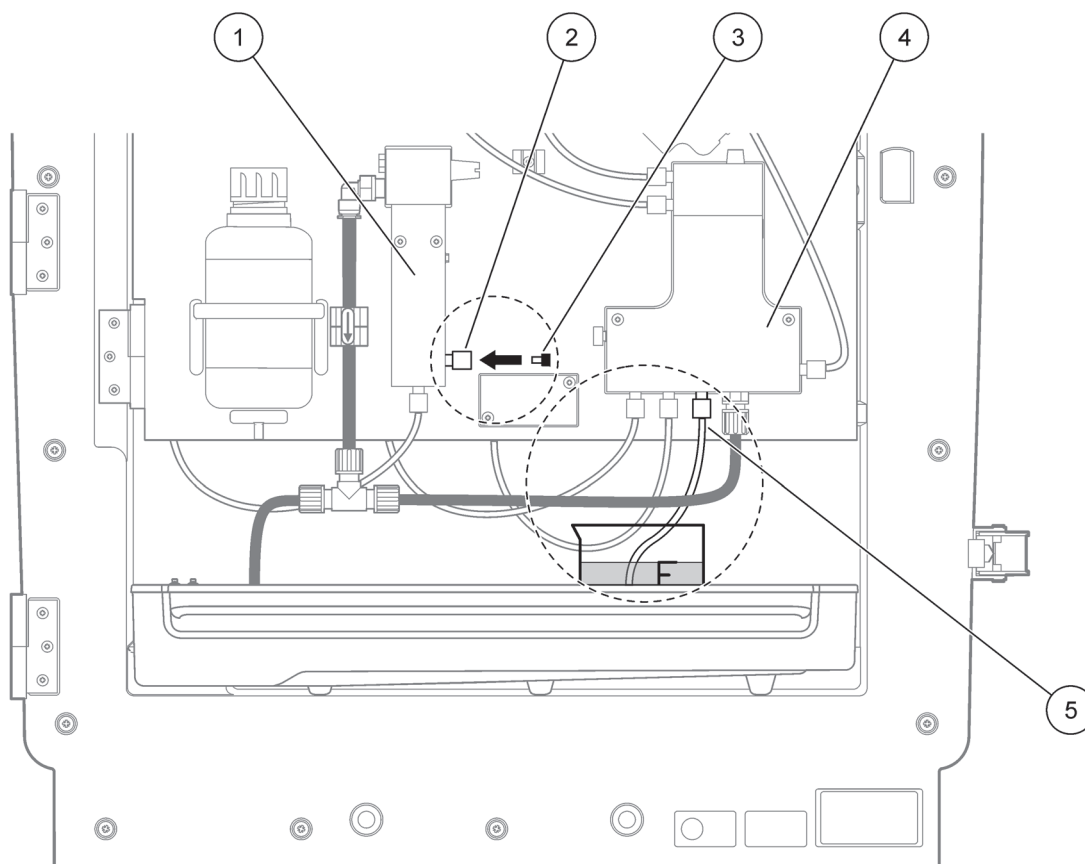

Figure 4 Umbau des AMTAX sc
7. Wählen Sie EINGABE zum Ändern des Analysators (Figure 4 on page 49):